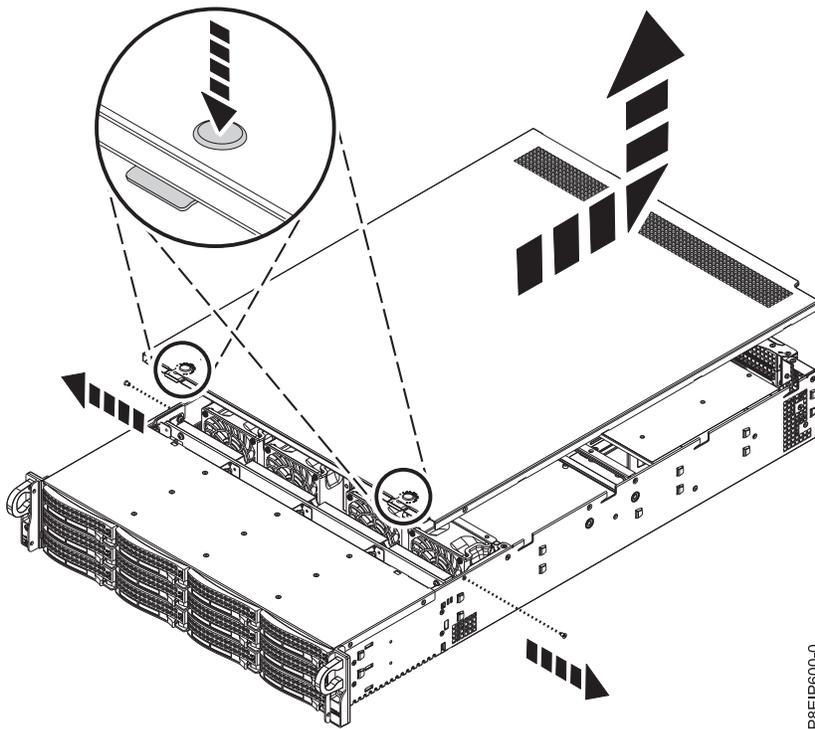

Figura 72. Liberación y apertura de la cubierta
3. Presione los dos botones en la cubierta superior para liberar los pestillos como se muestra en la Figura 72, y empuje la cubierta hacia atrás 1 cm (0,5 pulgadas) hasta que se detenga. Si los botones no se presionan fácilmente, extraiga un poco las unidades directamente debajo de los botones.